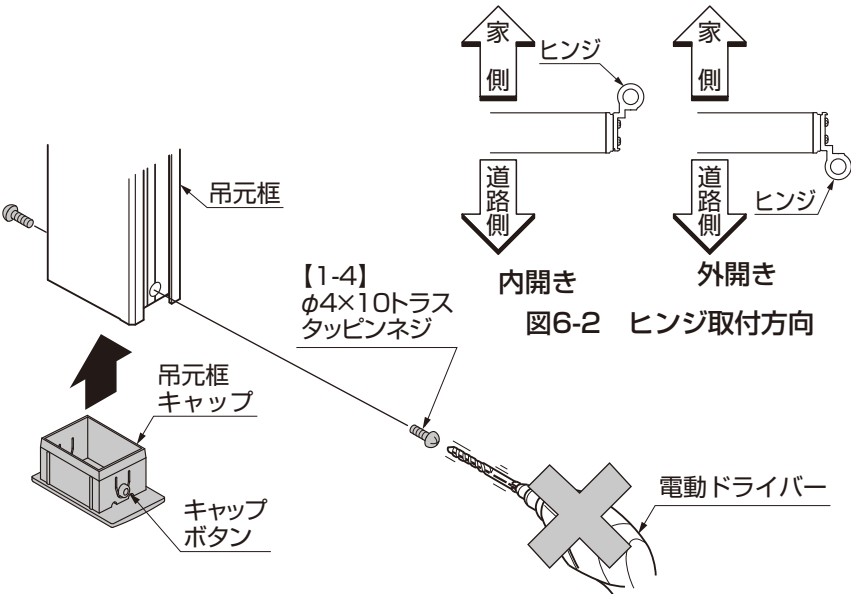

図6-2 ヒンジ取付方向
- ヒンジの向きは内開きと外開きで異なります。(図6-2参照)
- ③ヒンジの取付けが終了したら吊元側キャップを【1-4】で取付けます。